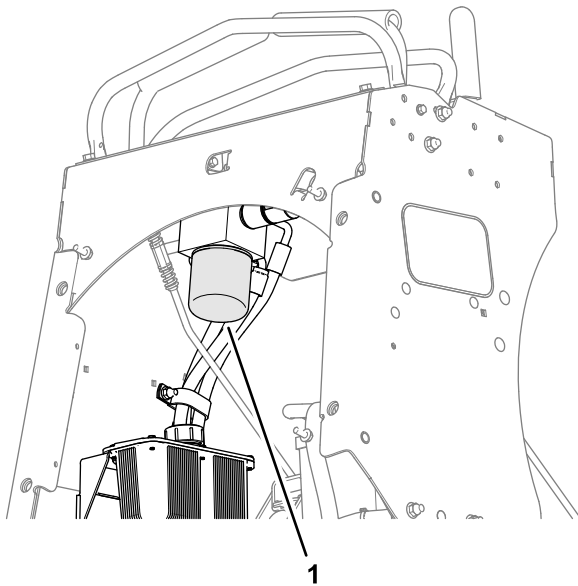

Bild 54
- Schrauben Sie den Filter ab, entfernen Sie ihn und lassen Sie das Öl ablaufen (Bild 54).
3. Drehen Sie den Filter nach rechts, bis die Gummidichtung den Filteradapter berührt. Ziehen Sie den Filter dann um eine weitere 2/3 bis 3/4 Umdrehung fest (Bild 54).